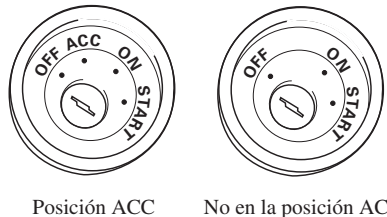

Fig. 1
- Si se instala esta unidad en un vehículo que no tiene una posición ACC (accesorio) en el interruptor de encendido, el conductor rojo de la unidad deberá conectarse al terminal conectado con las operaciones del interruptor de encendido ON/OFF. Si no se hace esto, la batería del vehículo podría drenarse cuando usted esté lejos del vehículo por varias horas. (Fig. 1).